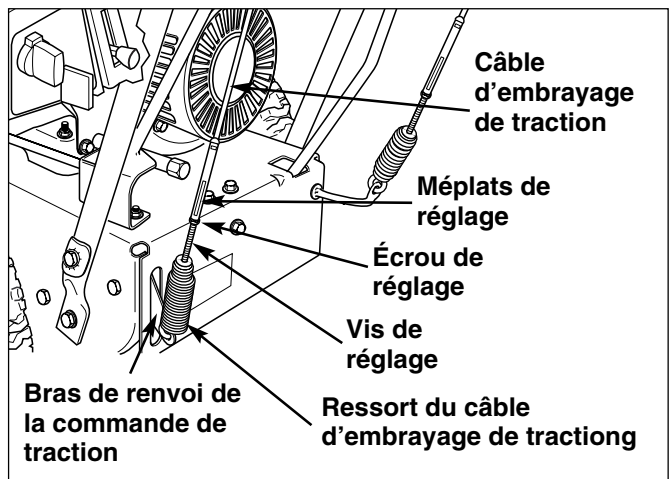

Figure 17. Réglage de la tige d'entraînement de traction
1. Desserrer l'écrou de réglage (Figure 17) en tenant les méplats de réglage et en tournant l'écrou.